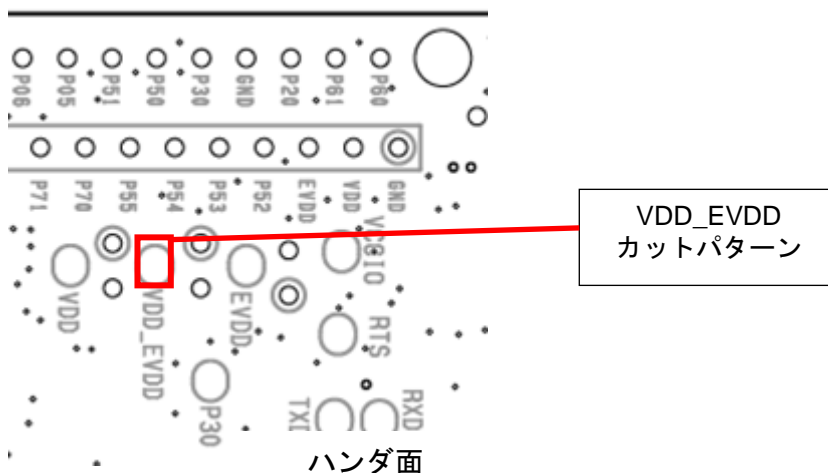
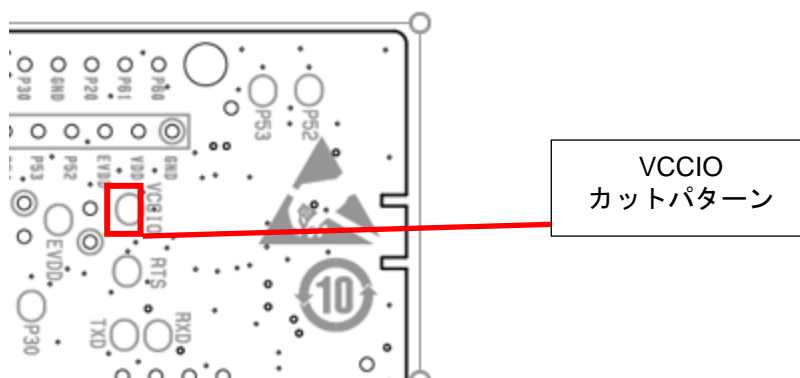

図 5-10 : VDD_EVDD カットパターン位置
図 5-11 : VCCIO カットパターン位置
電流測定ヘッダ (J18) 間に電流計を挿入し電流測定します。評価 MCU 以外での消費を抑えるためカットパターン (VCCIO) をカット (図 5-11 参照)、LED は消灯した状態で計測ください。EVDD オフにして、低消費状態で電流測定する場合には、カットパターン (VDD_EVDD) をカット (図 5-10 参照) し、VDD と EVDD を分離してください。
VDD と EVDD を異電位で使用される場合には、本カットパターン（VDD_EVDD）をカットしてご使用ください。カットパターンの位置を図 5-10 に示します。
USB を接続せずに使用される場合には、本カットパターン（VCCIO）をカットしてご使用ください。カットパターンの位置を図 5-11 に示します。また J15 ヘッダ（ヘッダ部品は未実装）はオープンとしてください。
*4: USB 給電を行わない場合は、J15 オープンとし、カットパターン VCCIO をカット (図 5-11 参照) してご使用ください。